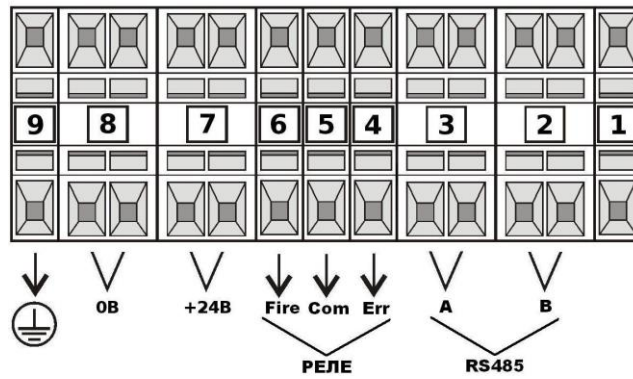

Рисунок 1 – Расположение и назначение клемм модификаций ИП 329/330-1-1-Х0ХХ, ИП 329/330-1-1-Х1ХХ
5.1 Подключение модификаций ИП 329/330-1-1-Х0ХХ, ИП 329/330-1-1-Х1ХХ (рисунок 1а), ИП 329/330-1-1-Х3ХХ (рисунок 1б).